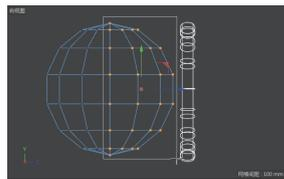

图 5-61
**11** 单击“转为可编辑对象”按钮, 并切换到点模式，选取部分球体的点按 Delete 键将其删除，如图 5-61 所示。